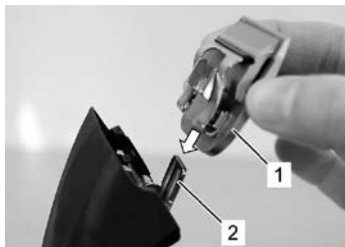

図. 14
6. 好みのヘアカッターヘッドをブレードヒンジにはめ込み、装置がオンの状態でヘアカッターに軽く押し付けたみこみます (図. 14～図. 16)。